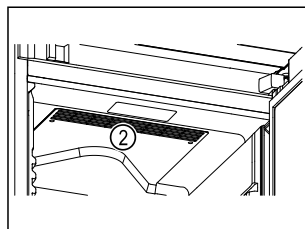

Fig. 66
- ❑ Ne pas obstruer les fentes d'aération Fig. 66 (2) du ventilateur de circulation d'air à l'intérieur de l'appareil.